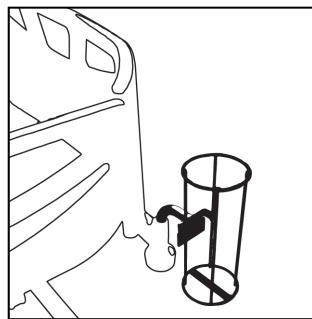
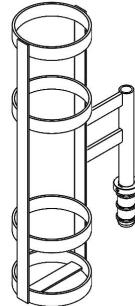

Figura 27 – Instalación del soporte para la botella de oxígeno
Figura 28 – Instalación del soporte para la botella de oxígeno
1. Inserte el soporte para la botella de oxígeno en uno de los dos manguitos para accesorios situados cerca del extremo de la cabeza (Figura 27, Figura 28).